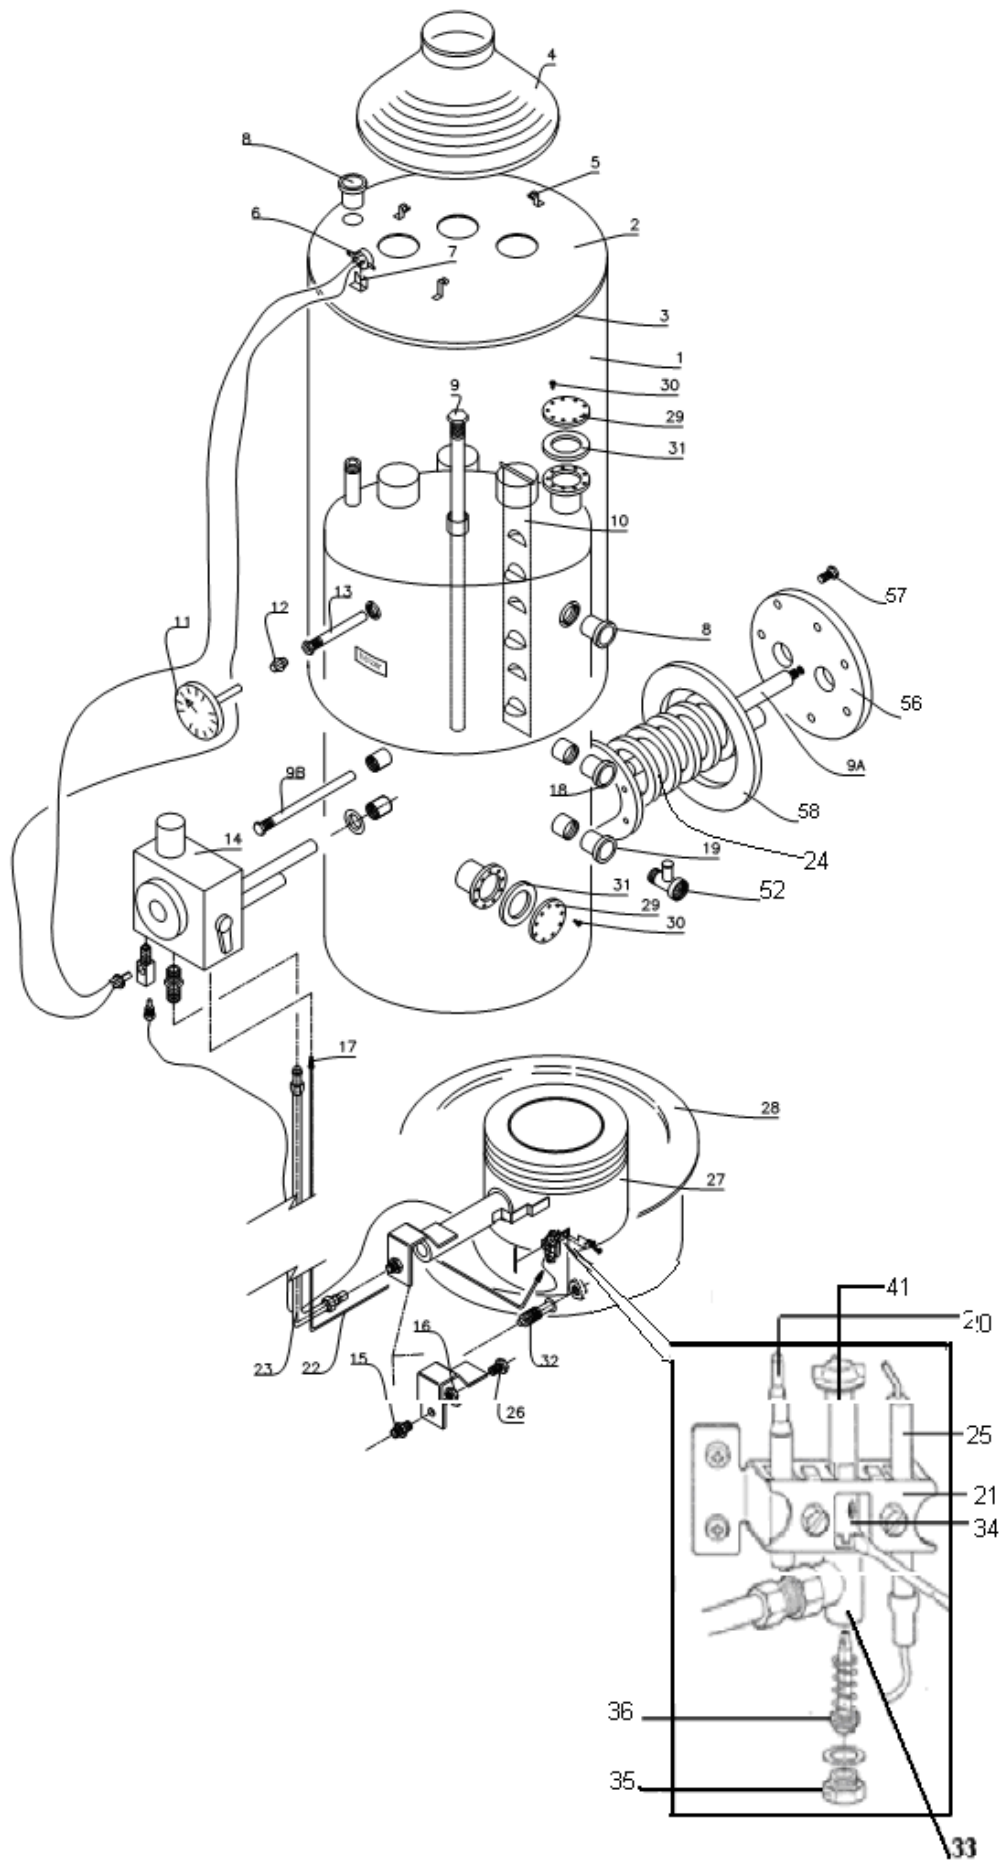

Рис. 2 Подробная схема водонагревателя
Поврежден электрод зажигания	Заменить электрод зажигания (20 Рис. 2)
Форсунки не соответствуют данному типу газа.	Рис. 2: Проверьте, чтобы сопла (26) горелки (27) и форсунки (36) запальника (33) соответствовали данному типу газа.